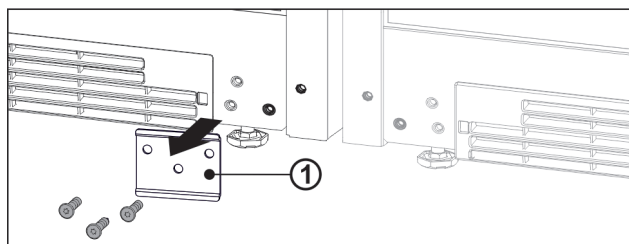

Fig. 14
- ▶ Nëse llamarinia Fig. 14 (1) mbuluese është montuar, lironi llamarinën.